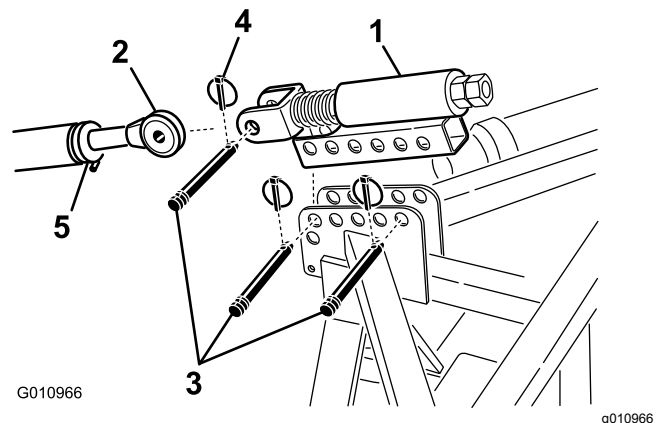

Bild 9
- Befestigen Sie den hydraulischen Oberlenker mit den zwei Steckstiften und Klappsteckern an der Aerifiziererhalterung (Bild 9).
- Lösen Sie die Sicherungsmutter am Traktoroberlenker. Stellen Sie die Länge des Oberlenkers ein, bis er mit der Lastöse am gefederten Oberlenker des Aerifizierers ausgefluchtet ist (Bild 9).
befestigen Sie ihn mit einem Steckstift und einem Klappstecker (Bild 9).
6. Drehen Sie den Oberlenker, bis die Feder ungefähr 13 mm komprimiert ist (Bild 9).